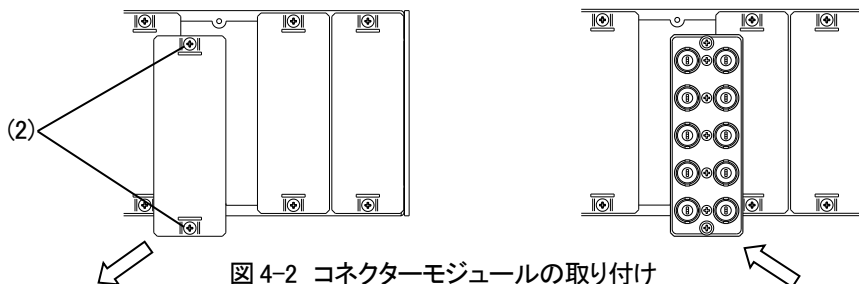

図 4-2 コネクターモジュールの取り付け
- (2) 電源ユニットの電源スイッチを OFF にします。安全のため AC ケーブルを抜きます。
- (3) コネクターモジュールを取り付けます。
- ・コネクターモジュールを取り付けるスロットの図 4-2 (2)のネジを外し、ブランクカバーを取り外します。